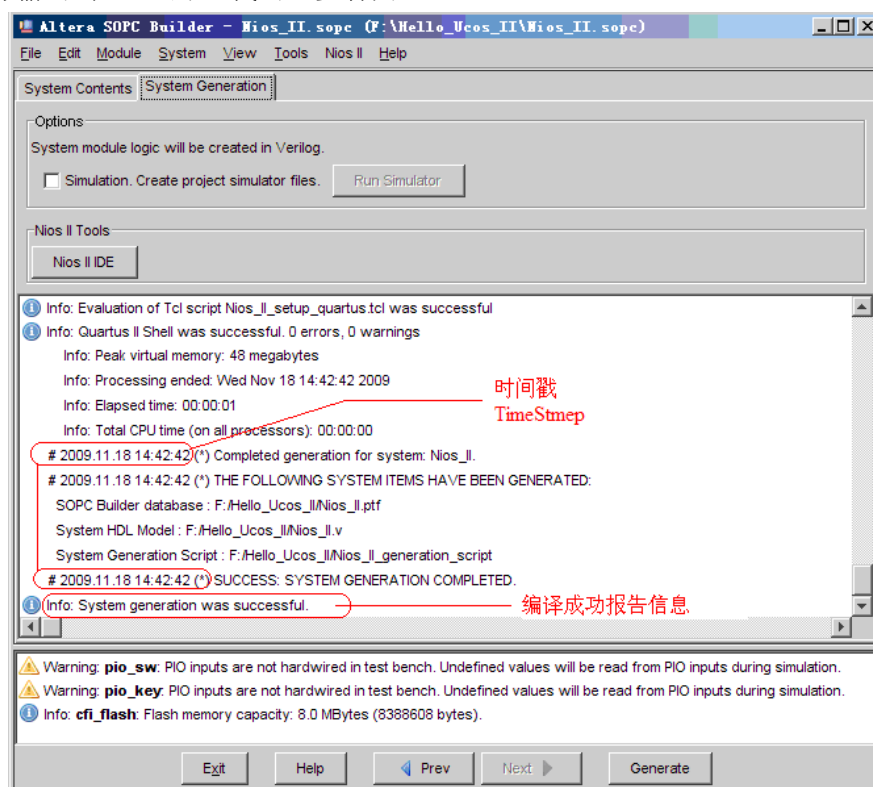

图 11-72 既有 Nios+uCOS-II 的 SOPC Builder 工程编译成功
- ①编译 **SOPC Builder** 的软核处理器工程。参看图 11-72。